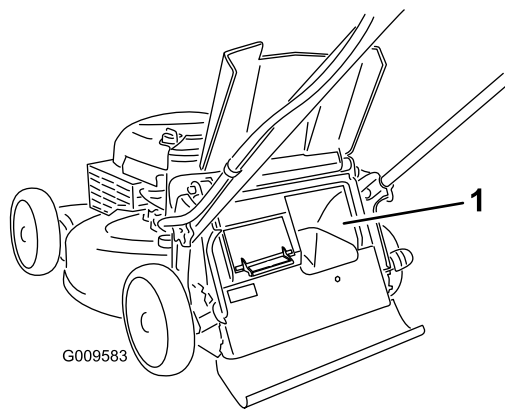

Figura 22
**Important:** Pentru o funcționare corectă, opriți motorul, așteptați până când se opresc toate piesele mobile și apoi îndepărtați orice fel de resturi de iarbă și resturi de la nivelul uii sacului de colectare la cerere și de pe deschiderea din jur (Figura 22) înainte de a muta maneta sacului de colectare la cerere din poziția 1 în alta.